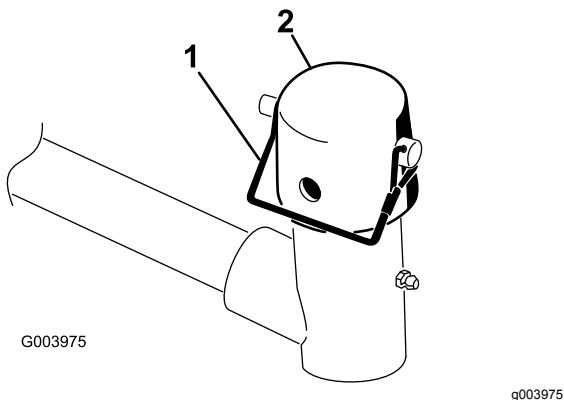

Bild 9
7. Nehmen Sie den Einraststift und die Kappe vom Gelenkjoch des Hubarms ab (**Bild 9**).
11. Befestigen Sie die Kappe und die Trägerschienenwand mit dem Einraststift am Hubarmjoch (**Bild 9**).